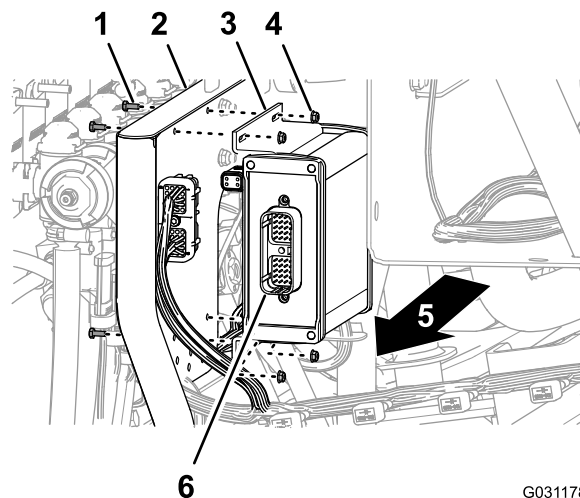

Figura 160
2. Monte el controlador del fumigador en el soporte de las válvulas (Figura 160) con los 4 pernos (4 x 10 mm) y las 4 contratuerca con arandela prensada (4 mm).
1. Alinee el controlador del fumigador con el lado delantero del soporte de las válvulas, orientando el conector de 40 pines hacia fuera (Figura 160).